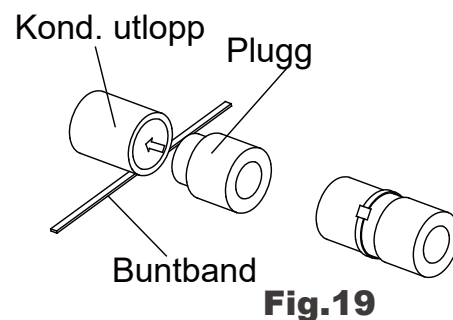

Fig.19
8. Om den högra utgången används, måste man plugga den vänstra (Fig.19).